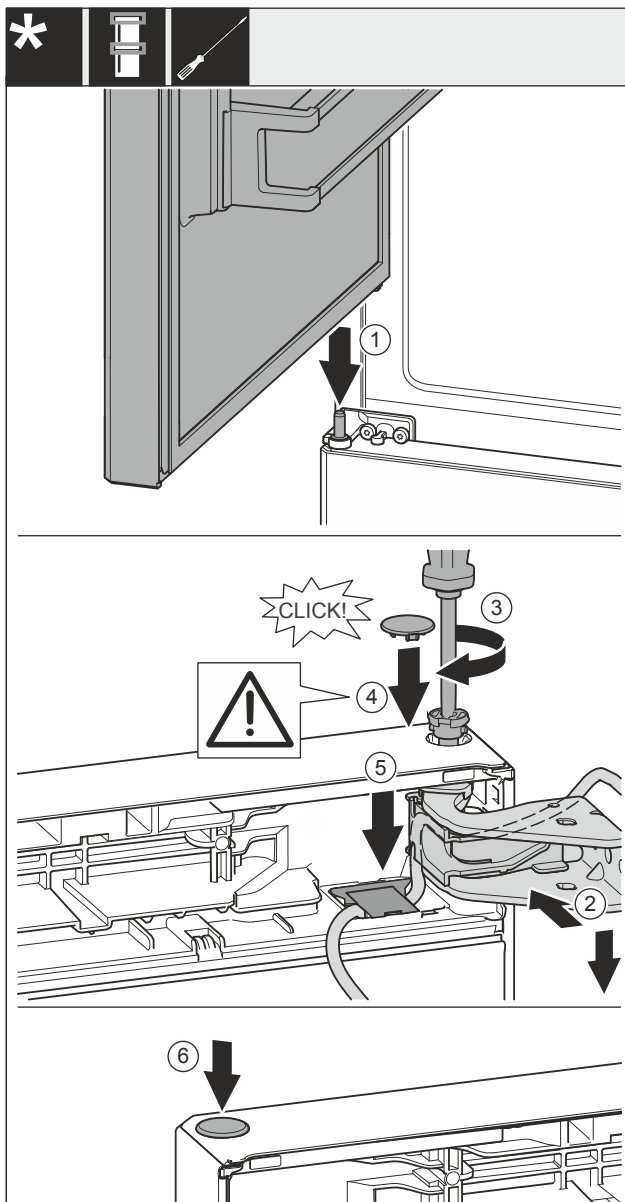

Fig. 36
- Helyezze rá a felső ajtót a középső csapszegre Fig. 36 (1).
- Igazítsa be az ajtót fent a csapágycsák Fig. 36 (2) nyílásához.
- Helyezze be a csapszeget Fig. 36 (3), és húzza meg csavarhúzóval.
- Helyezze be a fedelet Fig. 36 (4).
- Ellenőrizze, hogy a fedél Fig. 36 (4) felfekszik-e az ajtóra.
- Helyezze be a fedelet Fig. 36 (5), és nyomja le, míg a helyére nem pattan.
- Helyezze be a fedelet Fig. 36 (6).